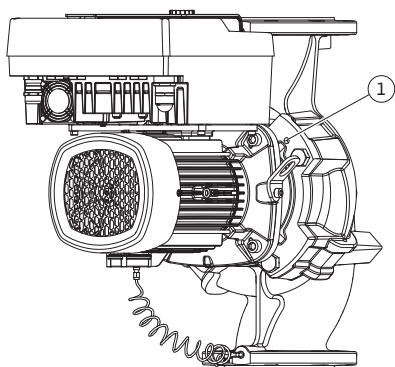

Fig. 10: Διαχωρισμός πτερωτής κινητήρα μέσω διατρήσεων σπειρώματος
5. Αφαιρέστε την πτερωτή κινητήρα (βλέπε Fig. 4) από το κέλυφος της αντλίας. Ανάλογα με τον τύπο αντλίας (βλέπε Fig. I ... Fig. IV) υπάρχουν δύο διαφορετικές προσεγγίσεις. Για τον τύπο αντλίας (Fig. III και Fig. IV) λύστε τις βίδες (θέση 29). Αξιοποιήστε τις δύο διατρήσεις σπειρώματος που βρίσκονται δίπλα (Fig. 10, θέση 1) και χρησιμοποιήστε κατάλληλες βίδες από τον εγκαταστάτη (π.χ. M10 x 25 mm). Για τον τύπο αντλίας (Fig. I και Fig. II) αξιοποιήστε τις δύο διατρήσεις σπειρώματος M10 (Fig. 104). Χρησιμοποιήστε για αυτό τον σκοπό βίδες που παρέχονται από τον εγκαταστάτη (π.χ. M10 x 20 mm). Για την απόσπαση μπορείτε να χρησιμοποιήσετε επίσης τις εγκοπές (Fig. 104, θέση 2).